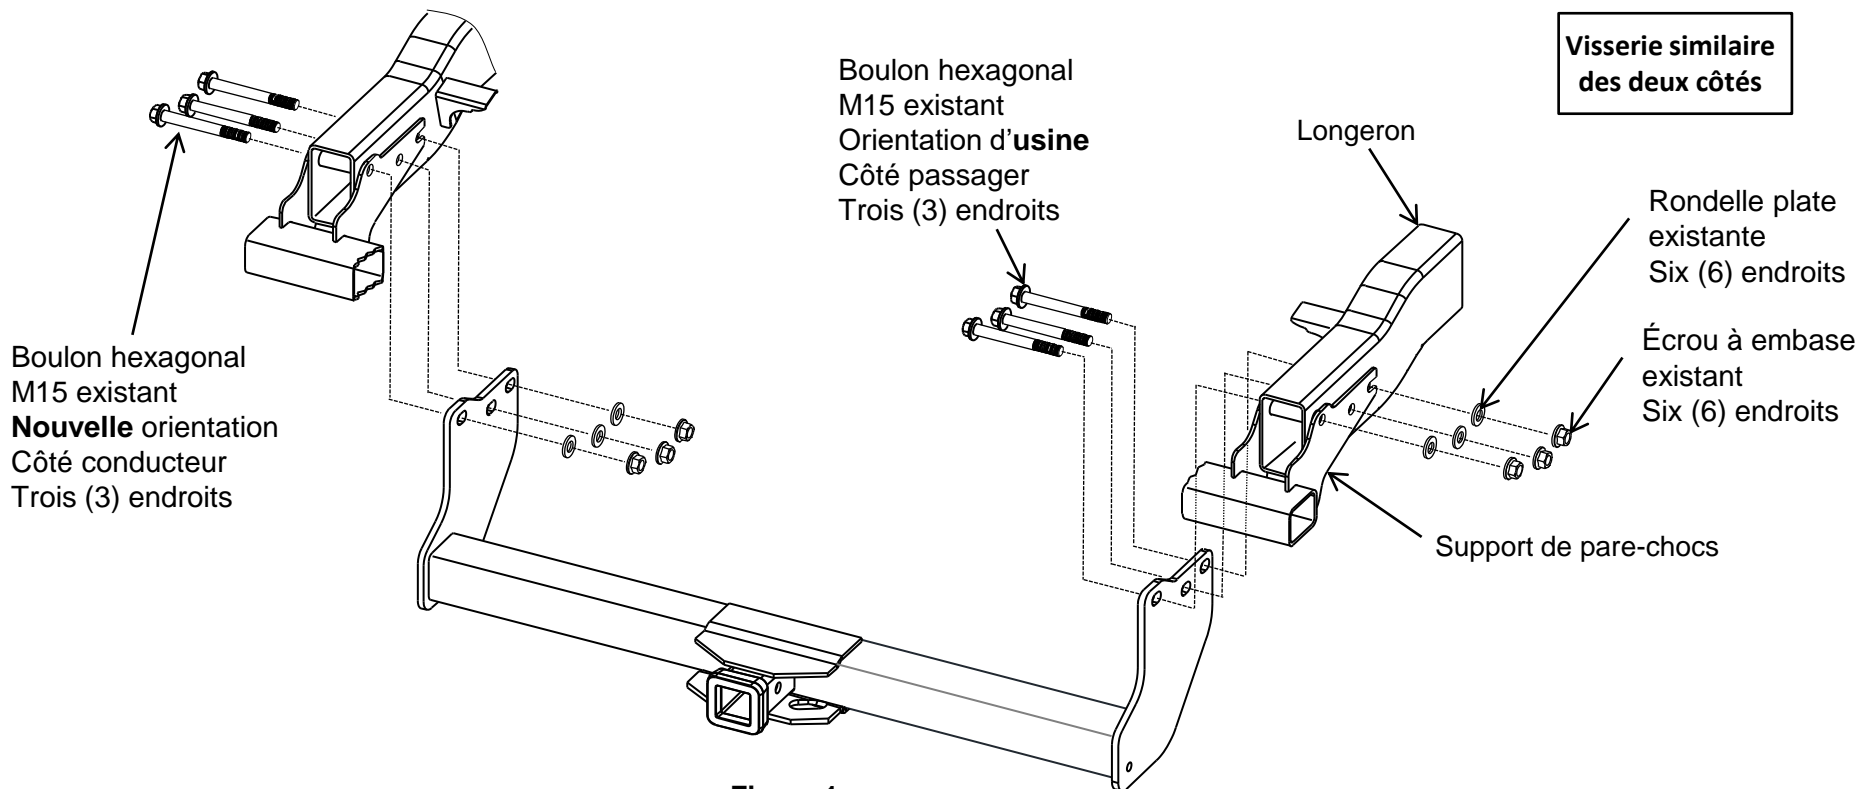

Figure 1
- Retirer les boulons d'usine** – À l'aide d'une douille 22 mm et d'une clé 22 mm, retirer six (6) boulons hexagonaux, rondelles plates et écrous hexagonaux M15 qui fixent le pare-chocs du véhicule (3 par côté), près de l'arrière du véhicule. Voyez la **Figure 1**. Réinstaller partiellement un (1) boulon de chaque côté, depuis l'extérieur vers le centre, à travers le trou le plus à l'arrière du support de pare-chocs et du longeron du véhicule.
- Installer l'attelage** – Soulever l'attelage en position entre l'intérieur des longerons et des supports de pare-chocs. Installer lâchement six (6) boulons M15 d'usine comme illustré sur la **Figure 1**. Appliquer du frein-filet bleu sur le filetage de tous les boulons. Installer les rondelles plates et les écrous hexagonaux d'usine sur les boulons d'usine, six (6) endroits.